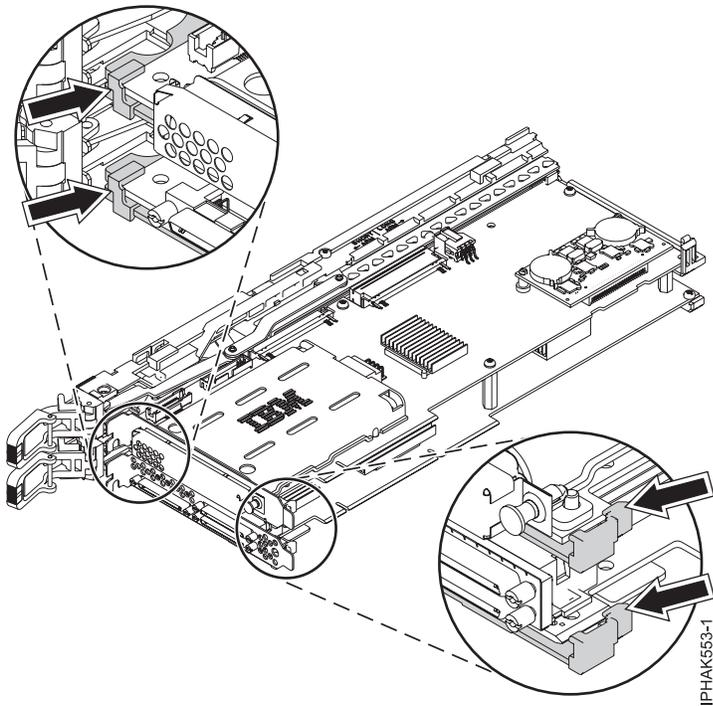

Figure 52. Installation de la carte double largeur dans le bloc-cassette.
- a. Insérez la partie supérieure de la contre-poupée de la carte double largeur dans les encoches du bloc-cassette, puis fixez la partie inférieure de la contre-poupée de la carte double largeur au bloc-cassette. Voir figure 52, à la page 69.